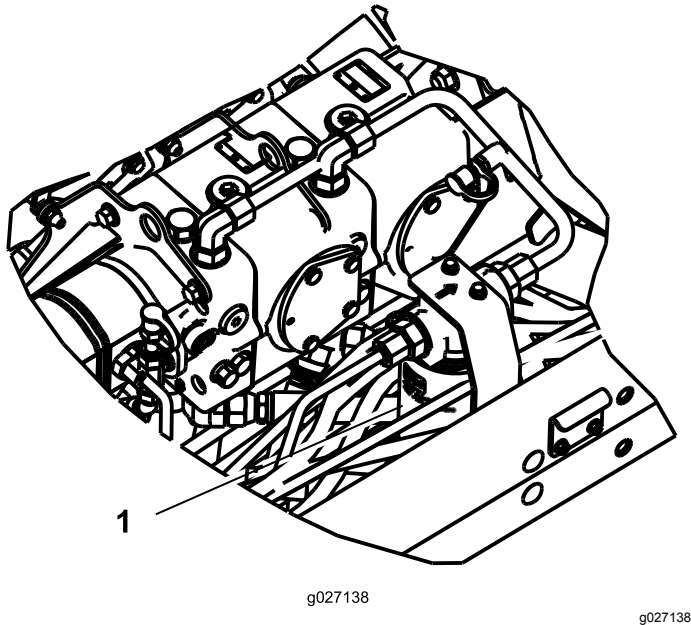

Figura 73
2. Pulite l'area di montaggio del filtro e collocate una bacinella di spurgo sotto il filtro (Figura 73).